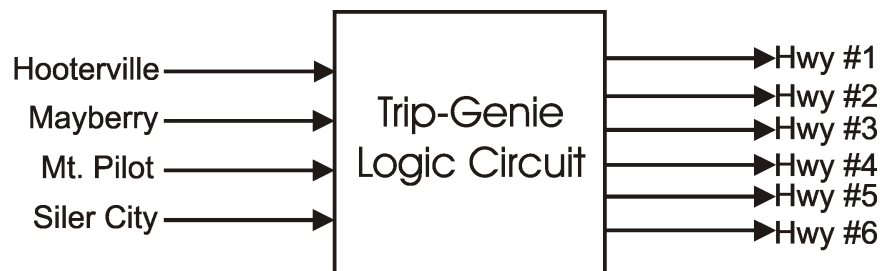

Abbildung 3: Eine High-Level-Darstellung des Trip-Genie mit seinen vier binären Ein- und sechs binären Ausgängen.
- Entwerfen Sie ein Schaltnetz für die Realisierung des TripGenies in Form einer Wahrheitstafel. Als Eingaben dienen die Städte (H – Hootervillw, M – Mayberry, P – Mt. Pilot, S – Siler City) und als Ausgaben die einzelnen Highways (H_1, \dots, H_6), was auch der High-Level-Darstellung aus Abbildung 3 entnommen werden kann.